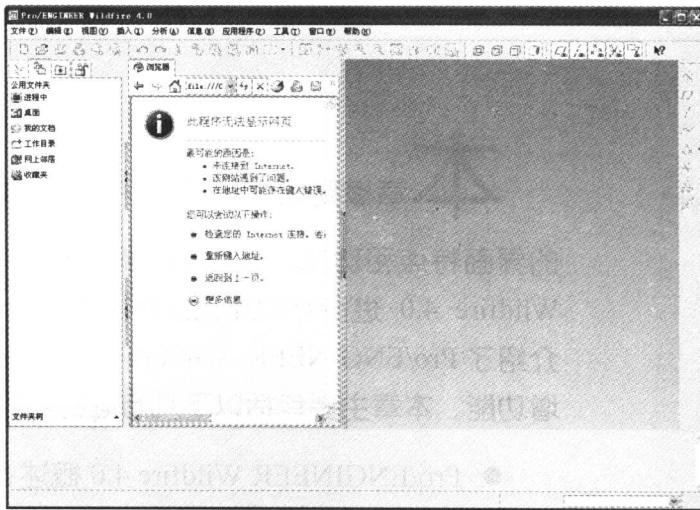

图 1-1 Pro/ENGINEER Wildfire 4.0 的初始环境界面
1) 启动 Pro/ENGINEER Wildfire 4.0 后，系统将显示如图 1-1 所示的初始环境界面，此界面窗口的左侧分别为“文件夹导航器”、“浏览器”滑动面板。